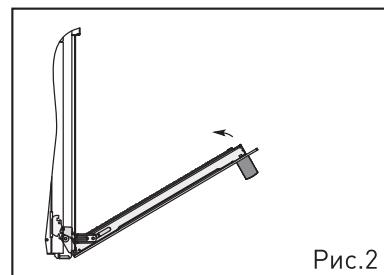

Рис.2
- Прикройте дверцу до упора, не прикладывая усилия, пока фиксатор не зафиксирует шарнир (Рис.2).